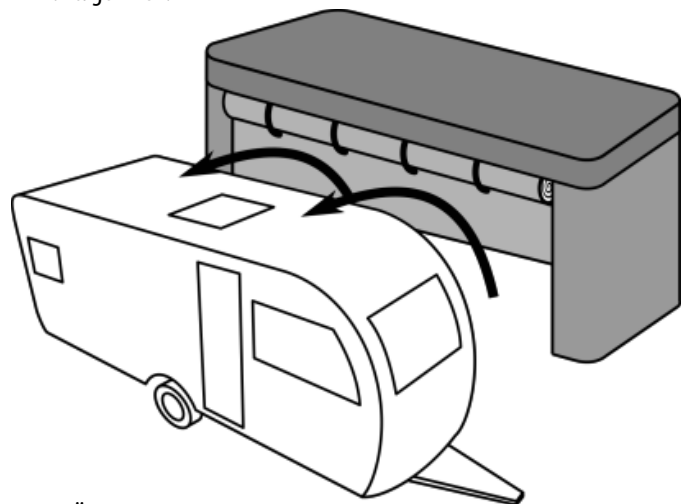

Bild 1: Überziehen der Schutzhülle
- Heben Sie jetzt die Schutzhülle mit der geöffneten Seite über die linke Seite des Wohnwagens / des Wohnmobils, Bild 1. Benutzen Sie dazu die Montagehilfen.